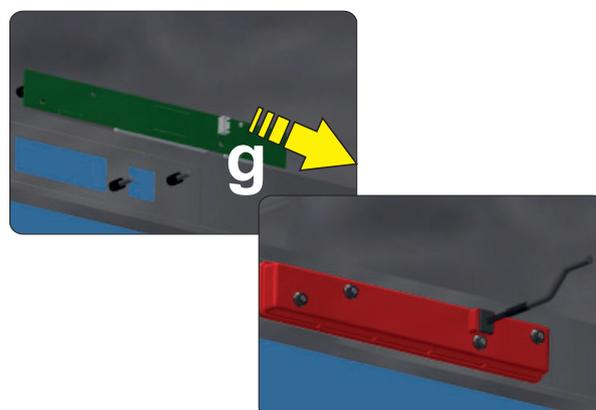

Fig. 15
- Remplacer la carte Réassembler la couverture en plastique avec sa dotation, en faisant particulièrement attention à ce que cette dernière adhère complètement à la tôle du panneau (position **g** - voir **Fig. 15**).